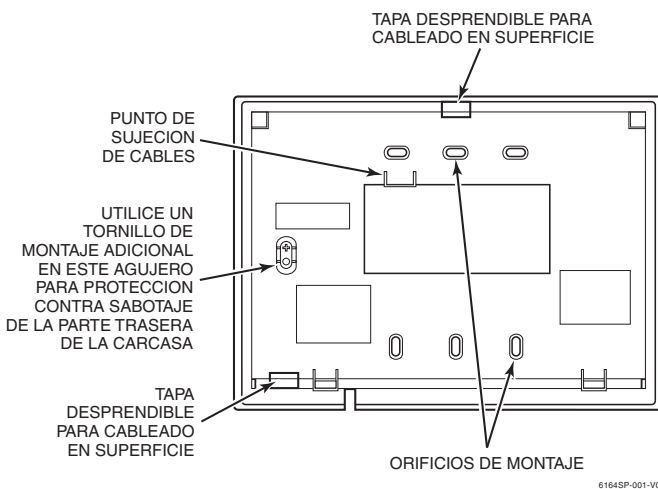

Figura 2. Entrada de Cables (Parte de Atrás)
Para protección antisabotaje, debe utilizarse un tornillo de montaje adicional en la parte trasera de la carcasa, como se muestra en la Figura 2.
Nota: Si quiere proteger la consola contra retirada de pared, use un tornillo de montaje adicional en el agujero de sabotaje en la parte de atrás de la carcasa (ver Figura. 2 para su localización).
3. Introduzca los cuatro cables de alimentación/datos, cables para hasta cuatro zonas, y dos o tres cables de contacto de relé a través de la apertura en la parte de atrás de la carcasa. Para montaje en superficie, introduzca los cables a través de las tapas desprendibles en el lado izquierdo superior o inferior de la carcasa. Ver Figura 2. Las tapas deben desprenderse utilizando un destornillador antes de montar la parte de atrás. Si desea, los cables pueden sujetarse al punto de sujeción en el interior de la carcasa con una cincha de sujeción (no suministrada).